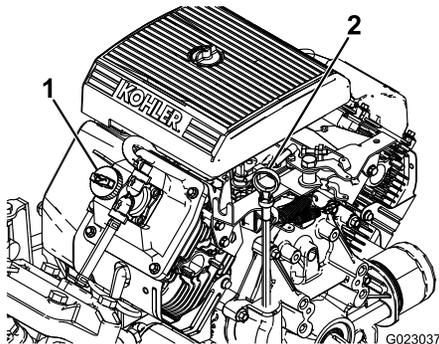

图 43
2. 取出量油尺用干净的抹布擦拭 图 43。将量油尺插入量油尺管道并确保它完全插入。取出量油尺并检查油位。
3. 如果机油油位较低请从气门室盖 图 43 上拆下加油颈盖从开口处注入机油直至油位达到量油尺上的“已满”标记。在此过程中应缓慢添加机油并不时检查油位。切勿过量添加。
8. 慢慢从加油颈 图 43 注入规定油量的大约 80%。